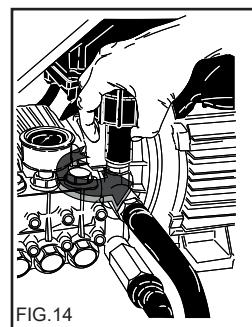

FIG.14
Dette kapittelet gjelder kun de modellene som er utstyrt med utstyr for "trykkregulering". Trykkregulatoren, fig. 14, gjør at brukeren kan regulere arbeidstrykket. Når knapp C vris moturs (B) (minimum), reduseres driftstrykket.